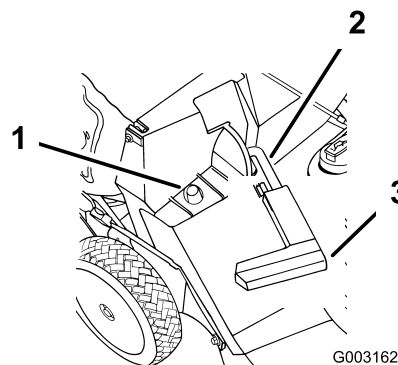

Figure 20
- Vérifiez que la poignée du volet d'éjection est complètement abaissée vers l'avant et que l'ergot est bien engagé dans son logement (Figure 20).
- Accrochez le cadre du bac par le trou sur l'ergot de retenue situé sur l'éjecteur (Figure 20).
2. Soulevez la poignée du volet d'éjection et poussez-la vers l'avant jusqu'à ce que l'ergot de verrouillage s'engage dans le logement (Figure 20).